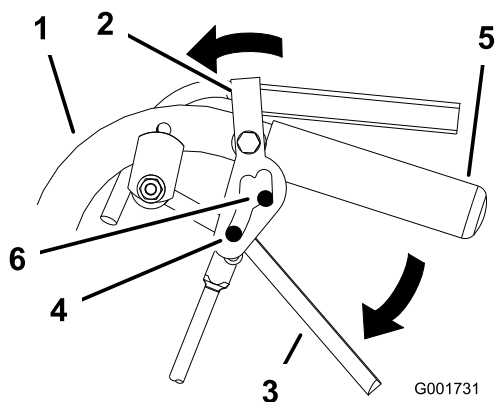

Figura 12
2. Ponga los pulgares en la parte superior de los cierres y muévalos hacia adelante hasta que los pasadores estén en la posición de "hacia adelante" (Figura 12).